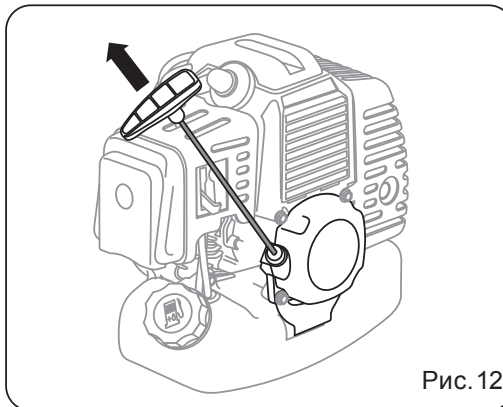

Рис. 12
- Придерживая триммер, потяните за ручку стартера до его «зацепления». Резко потяните за рукоятку стартера. Повторяйте эти действия до запуска двигателя (Рис. 12).